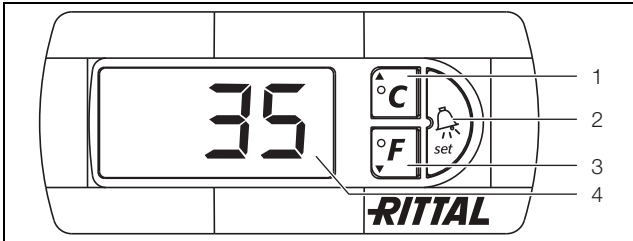

Bild 16: Display och systemanalys med e-Comfort controller
e-Comfort controllern har en 7-segmentsdisplay (bild 16, pos. 4). Efter att strömförsörjningen kopplats in visas den aktuella mjukvaruversionen under de första 2 sekunderna. I normal drift visar meddelandet både temperatur (i grad Celsius eller grad Fahrenheit, omkopplingsbar) och även störningar.
Programmering av apparaten görs via knapparna 1 – 3 (bild 16). Parametrarna för detta visas likaså på displayen.
- Tryck samtidigt på knapparna 2 (°C) och 3 ("Set") (bild 16) i minst 5 sekunder.
Med knapparna 2, 3 och 4 (bild 16) kan du ändra 24 parametrar inom angivna områden (börvärde, minimivärde, maximivärde).